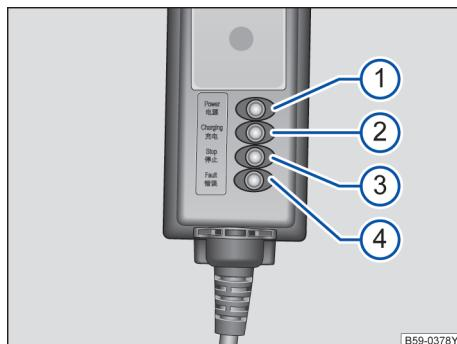

图 133 充电线上的控制盒
→ 图 133 的图例：
① 电源指示
插上电源插头，显示→图 133 ① 亮起。
② 充电指示
在高压蓄电池充电期间，显示→图 133 ② 常亮。
显示→图 133	含义和补救措施